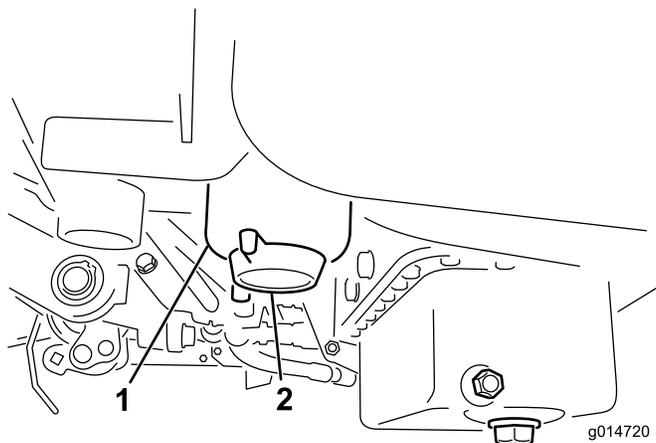

図 48
2. フィルタ容器（図 48）の周辺をウェスできれいにぬぐう。
4. フィルタの j ドレン・プラグを開く（図 48）。